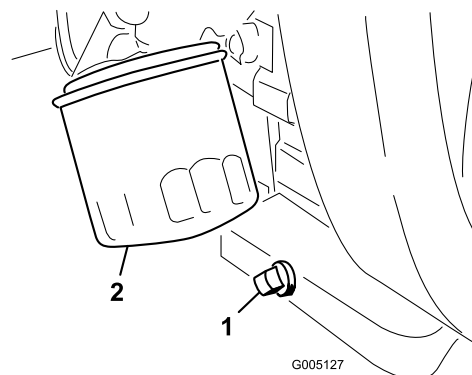

Figura 34
1. Togliete il tappo di spurgo (Figura 34) e lasciate defluire completamente l'olio in una bacinella. Quando l'olio cessa di defluire, rimontate il tappo.
2. Togliete il filtro dell'olio (Figura 34). Applicare un leggero strato di olio pulito alla nuova guarnizione del filtro.